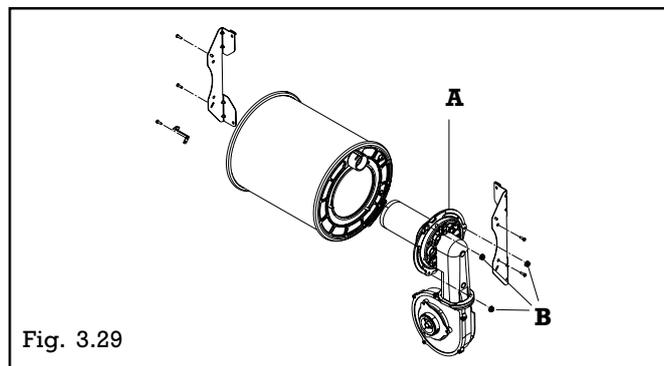

Fig. 3.29
- Désolidariser l'ensemble ventilateur – brûleur (A) de l'échangeur (3 écrous extérieurs(B) fig.3.29)